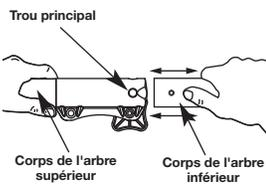

Fig. 14
2. Tenez fermement l'accessoire et enfoncez-le tout droit dans le coupleur EZ-Link® (Fig. 14).
3. Tenez fermement le corps de l'arbre supérieur et retirez l'accessoire de coupe ou autre du coupleur EZ-Link® (Fig. 14).